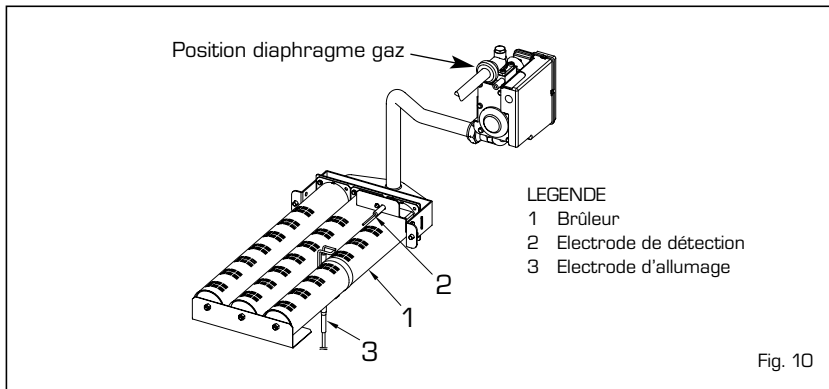

Fig. 10
Les chaudières sont produites avec un appareillage électronique modèle HONEYWELL S4565C. L'allumage et la détection de la flamme sont contrôlés par un groupe d'électrodes placées sur le brûleur qui assurent un maximum de sécurité et interviennent, en cas d'extinction accidentelle ou de manque de gaz, en 1 seconde (fig. 10).
La pression max. au brûleur figurant dans le **Tableau 3** est déterminée par le diaphragme placé en amont de la vanne du gaz (fig. 10). En conséquence, aucun réglage de la vanne du gaz n'est prévu mais seulement l'adaptation de la pression d'alimentation aux valeurs indiquées au point 1.3.
- **Enlever le diafragma gaz (fig. 10).**